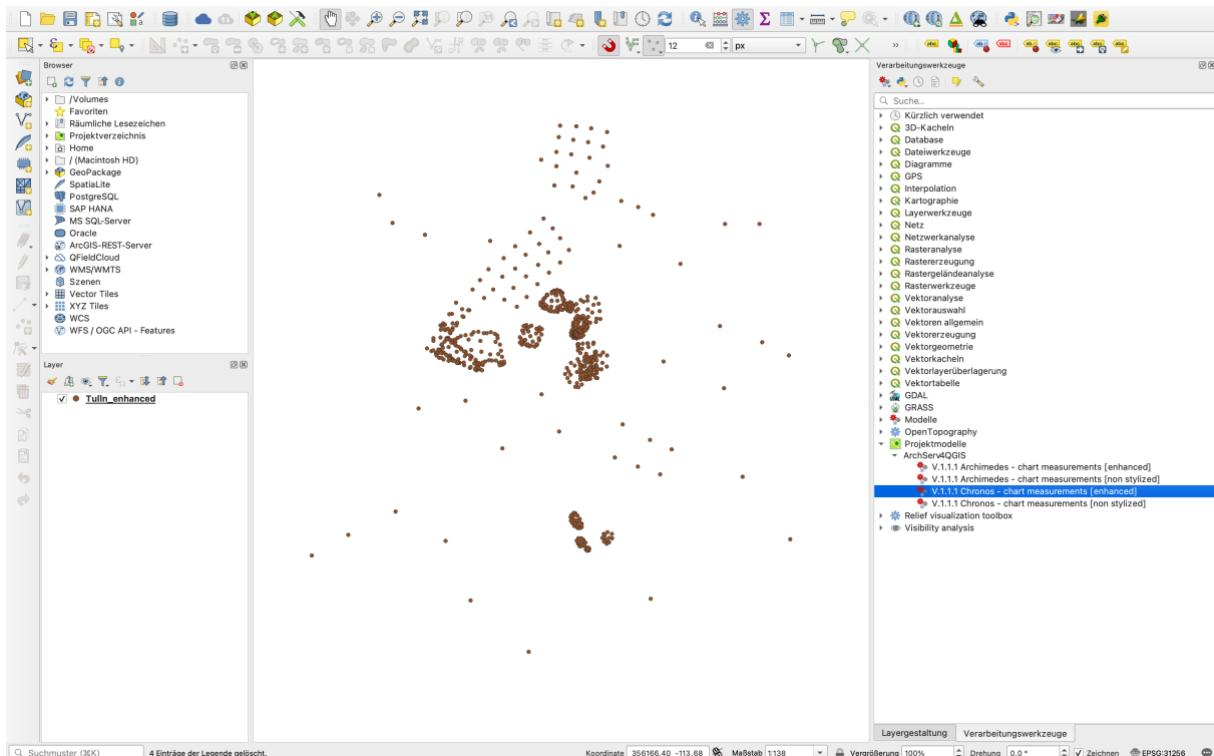

fig. 5 – Wählen Sie nach dem Import der Punktmessungen im Bedienfeld „Verarbeitungswerzeuge“ per Doppelklick den Algorithmus (Archimedes oder Chronos) aus.
7. Aus dem **Bedienfeld „Verarbeitungswerkzeuge“** wählen Sie per Doppelklick jenes Algorithmus-Modell aus, welches Sie für die Verarbeitung Ihrer Vermessungsdaten erwählt haben.⁴ Sie finden die Algorithmus-Pipeline je nach Implementierungsmethode,⁵ entweder unter „**Modelle**“ oder „**Projektmodelle**“. Bleiben Sie für eine Maßnahme konsequent bei der Verwendung einer Version (Archimedes oder Chronos).⁶ (fig. 5)